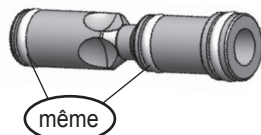

Figure 16: ensemble du Valve cylindrique
1. Tournez le **End cap** (32) ainsi que la **valve d'air** (26) dans le sens inverse des aiguilles d'une montre pour les dévisser du **corp du lanceur** (1).
3. L'ensemble de la culasse avant consiste en un **joint** (3), un **ressort** (36), ainsi qu'un **corps de culasse avant** (34). Le joint et le ressort peuvent étre enlevés de la culasse avant. Examinez le joint et le ressort, et remplacez si abîmé.
4. Utilisez une clé Allen de 1/2" sur le plat du **power tube** (23) pour le dévisser du **corps de la valve d'air** (26). Vérifiez le **joint** (24), et le **disque d'amortissement** (25) et remplacez si abîmé.
5. Pour démonter la valve d'air et le End cap, utilisez votre pouce et vos doigts pour appuyer sur la soupape et le bouchon et pousser la **goupille de la soupape** (33) hors de l'ensemble. La valve d'air se détache de l'ensemble du End cap. Le **ressort de valve** (30) devrait tomber hors de la valve d'air. Attrapez-le.
6. En utilisant votre pouce, poussez délicatement l'**ensemble du Valve cylindrique** (29) pour l'enlever du **corps de la valve d'air** (26). Il y a trois joints sur la spool valve comme indiqué en Figure 16. Deux d'entre-eux ont la référence Tippmann TA30049 et le troisième joint (le plus proche de l'ouverture où s'emboîte la spool valve) a la référence TA20003.
7. L'**ensemble du End cap** (32) ne peut pas être démonté. Vérifiez les quatre joints (deux n°30, un n°31 et un n°34). Ne remplacez que si c'est nécessaire.
1. Pour les instructions suivantes, referez-vous à la figure 16 sur la page précédente.
3. Tournez le **sélecteur** (46) dans le sens des aiguilles d'une montre, jusqu'à ce que le pointeur soit sur la position juste après Safe. Tirez le sélecteur hors de la poignée.
4. Enlevez les **vis** de l'adaptateur d'alimentation en air (ASA) (48) en utilisant une clé Allen de 1/8". Tirez l'**ASA** (49) vers le bas pour l'enlever, en prenant garde à ne pas abîmer les joints de l'extrémité de la **ligne de gaz** (39).